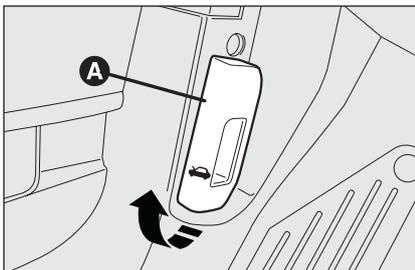

fig. 96
- tire de la palanca **A**-fig. 96 en el sentido indicado por la flecha;